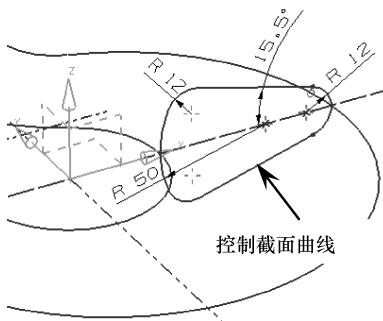

图 5-13 绘制控制截面曲线
- 10 执行【直接草图】组的【草图】命令，选择 XC-ZC 基准平面作为草图平面，然后在草绘模式中绘制如图 5-13 所示的吊钩控制截面曲线。